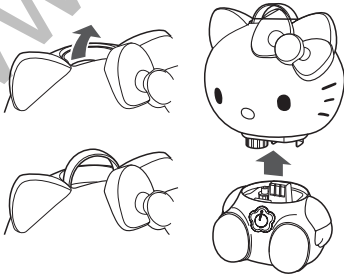

Рис. 2
- Возьмитесь за ручку резервуара и потяните его вверх (рис. 2).